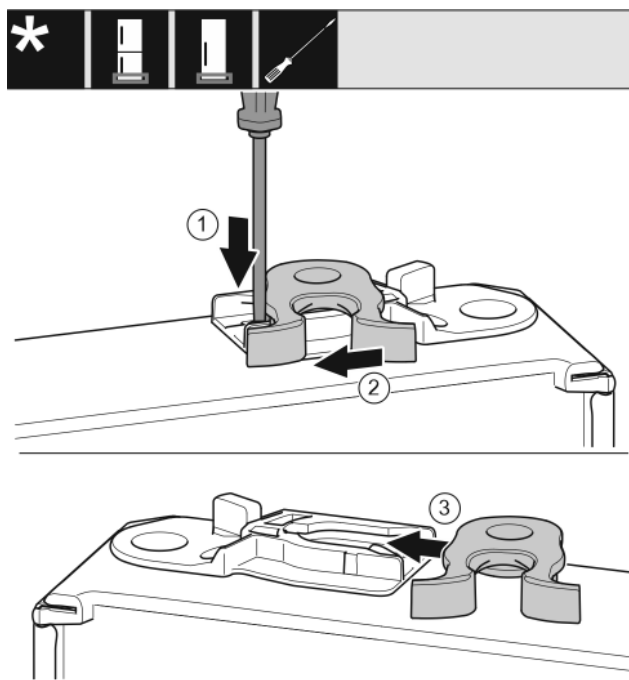

Fig. 18
- Нажмите шлицевой отверткой на накладку вниз. Fig. 18 (1)
- Выведите запорный крючок из направляющей. Fig. 18 (2)
- Вставьте запорный крючок в направляющую с другой стороны. Fig. 18 (3)